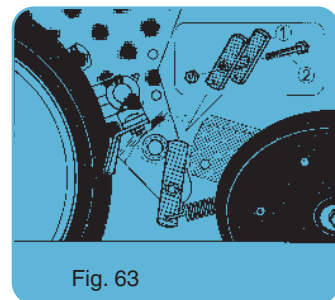

Fig. 63
(a minimum of 1 H spacer (1) (fig. 63) ref 7262a, 1 HM 10 x 120 screw, 1 HM 10 nut).
After having removed the press wheel and its frame, put back in place the 2 springs, the rear unit with the H spacer (1) (fig. 63), assembled with the HM 10 x 120 and the HM 10 nut.
(Potrzeba minimum 1 łącznika w kształcie litery H (1) (fig. 63), nr kat. 7262a, 1 śruba H M 10 x 120, 1 nakrętka H M 10). Po ściągnięciu koła dociskowego PRO i jego uchwytu, umieścić 2 sprężyny bloku tylnego z łącznikiem w kształcie litery H (1) (fig. 63), zamontowanego za pomocą śruby H M 10 x 120 plus nakrętka H M 10.
(Aveți nevoie de cel puțin 1 distanțier în H (1) (fig. 63) ref. 7262a, 1 șurub HM 10x120, 1 piuliță HM 10).
După îndepărtarea roții de compresie și a cadrului său, montați la loc cele 2 arcuri, blocul spate cu distanțier în H (1) (fig. 63), montat cu ajutorul șurubului HM 10x120 și a piuliței HM 10.